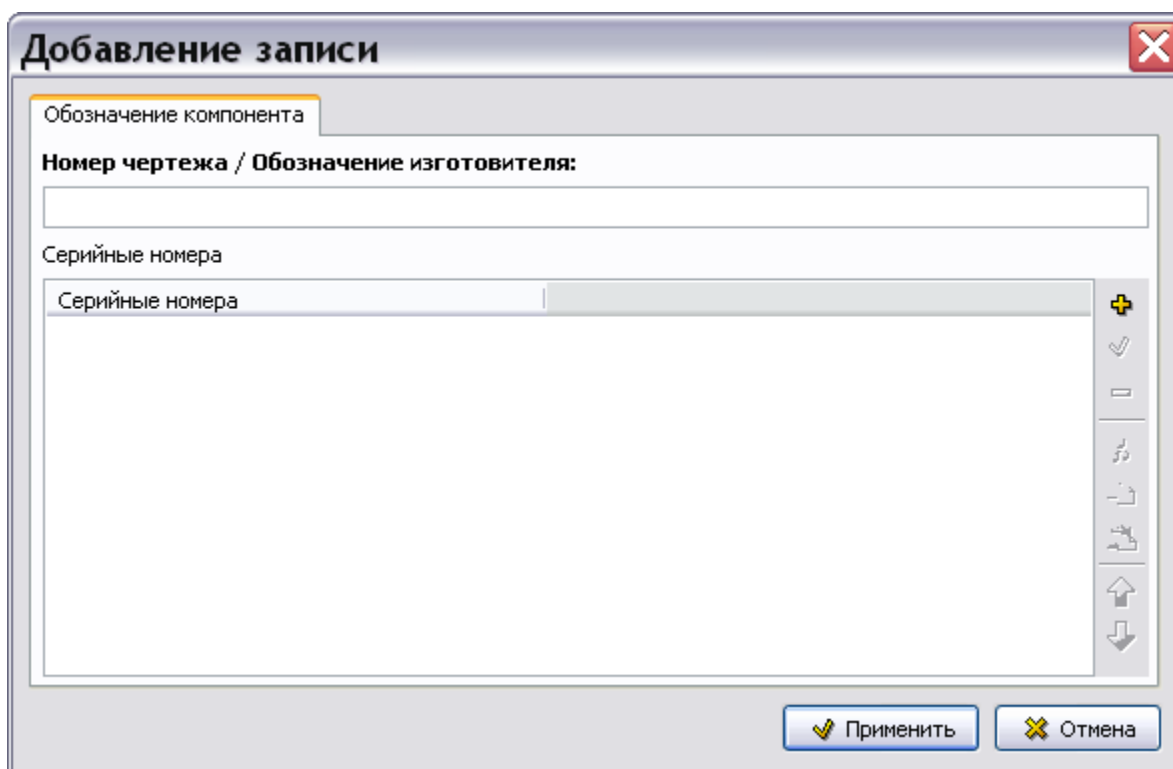

Рис. 12.6
- Для ввода идентификационных данных элемента нажмите на кнопку **Добавить**  в правой части верхнего окна. После этого откроется диалоговое окно **Добавление записи** с вкладкой **Обозначение компонента** (Рис. 12.6).